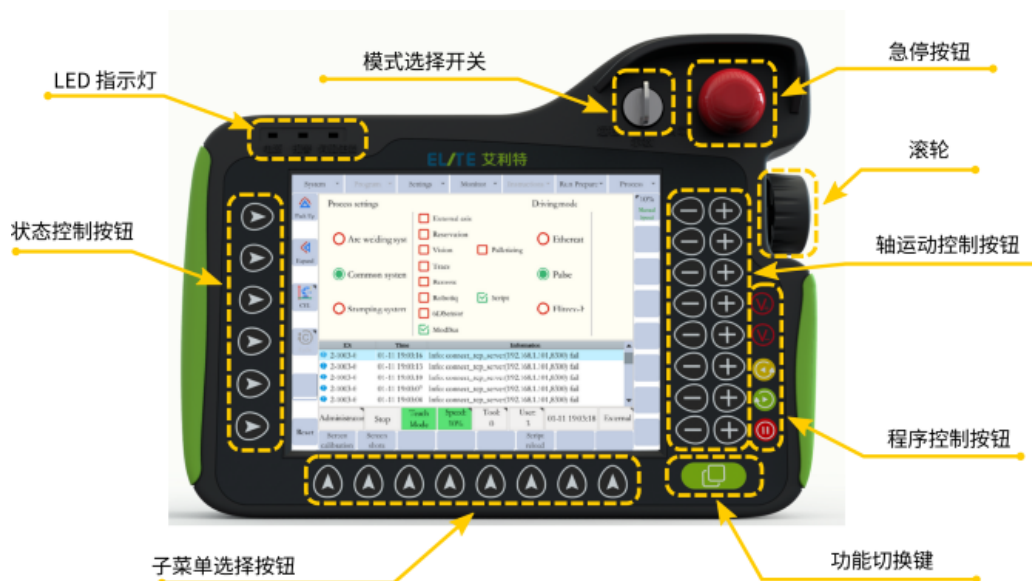

图 3-10：示教器布局（正面）
示教器的正面及其显示屏和按钮如图 3-10 所示。
6. 按下所需轴运动按钮的 +/- 按钮 (图 3-10)